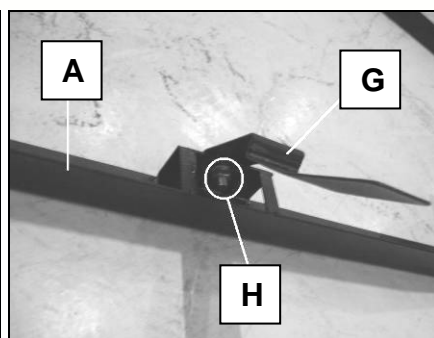

Fig 15
- Montez la patte de fixation (G) sur le bras inférieur (A) et fixez-la avec un ensemble vis hexagonale M8x20 / écrou M8 / rondelle de 8mm (H) (Fig 15).